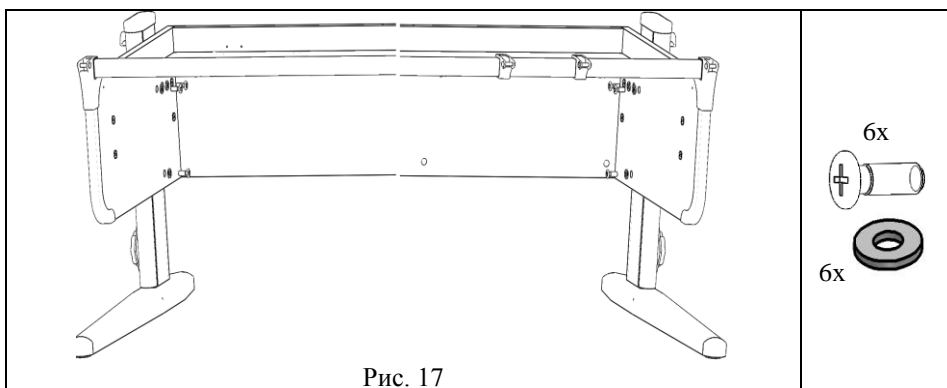

Рис. 17
5.3.3. Вернуть и затянуть винт М8х20 (поз. 5, пакет № 148) через шайбу (поз. 6, пакет №148) в стойки левую и правую согласно рис. 17.